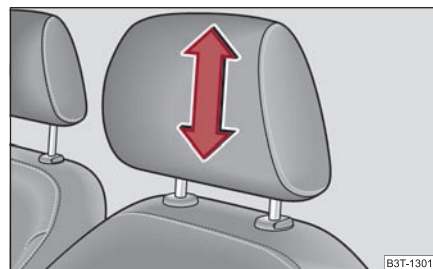

Fig. 77 Ajustar el reposacabezas
- Debe asir el reposacabezas por los lados con las dos manos y tirar a discreción de él hacia arriba o abajo ⇒ página 81, fig. 77.